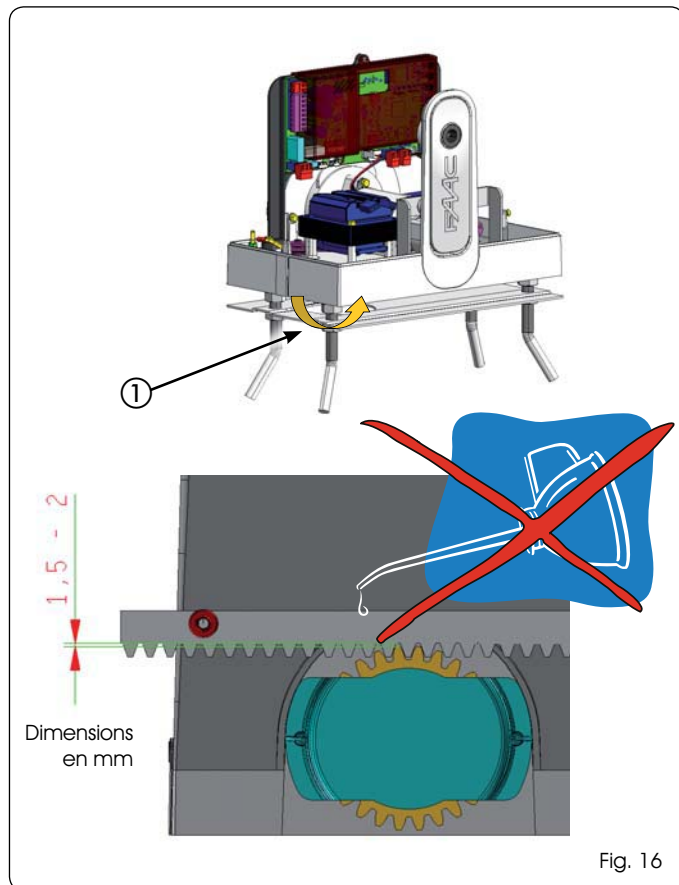

Fig. 16
-  **Au terme de l'installation de la crémaillère, pour garantir un engrenement correct avec le pignon, il est recommandé d'abaisser d'environ 1,5 - 2 mm la position du motoréducteur, en agissant sur les écrous ad hoc (Fig. 16 réf. ①).**
-  **Ne pas utiliser de graisse ni d'autres produits lubrifiants entre le pignon et la crémaillère (Fig. 16)**